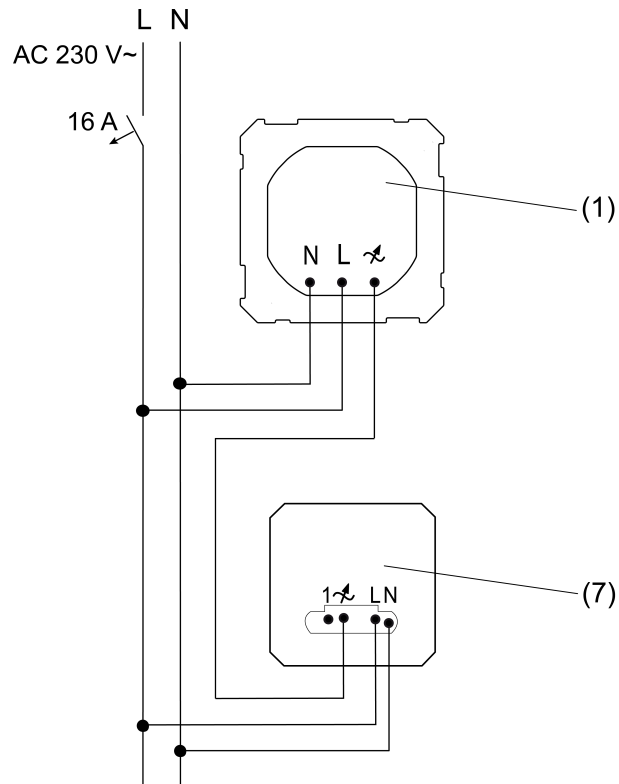
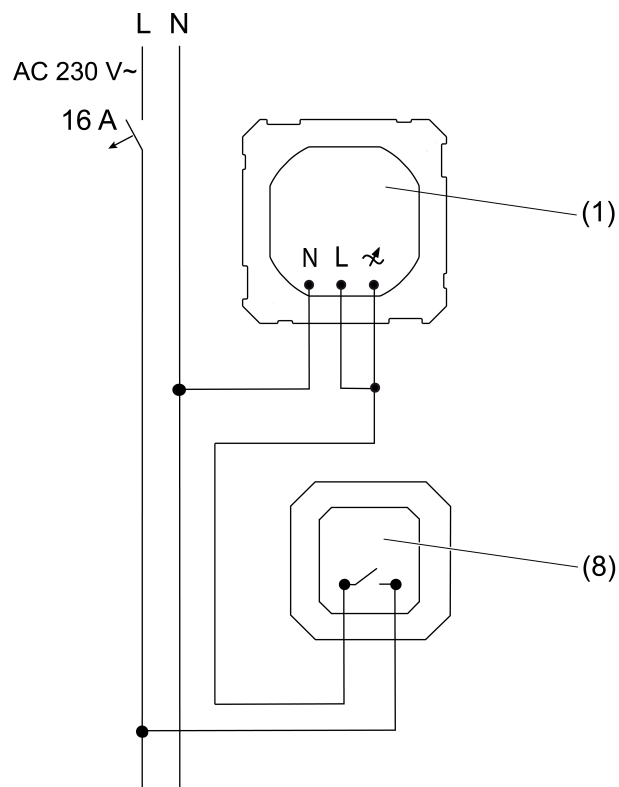

Bild 3: För dimbar ljuspåsat: anslutningsplan för LED-dimmer 3-tråders (7)
Bild 4: För ej dimbar ljuspåsat: anslutningsplan för brytarinsats (8)
- LED-dimmer med 3-ledningsanslutning (7) (Bild 3)
- Plug & Light-infällningssats (1) för ej dimbar ljuspåsat ansluts enligt följande anslutnings-schema:
- Brytarinsats (8) (Bild 4)